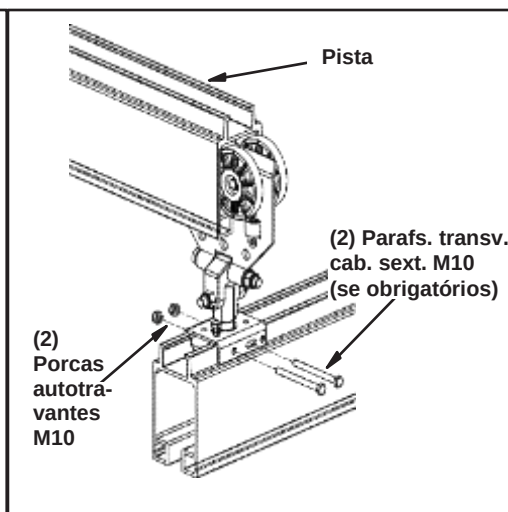

Figura 3-49
- Etapa 4. Use um sistema auxiliar de içamento para levantar os ganchos e o trilho até a posição correspondente. Consulte a Figura 3-49.
- Etapa 5. Posicione o mecanismo de translação na ponte de acordo com o *layout* do sistema e aperte dois (2) parafusos de cabeça sextavada M10 x 30 mm para fixar os mecanismos de translação em seu devido lugar. Aperte até que esteja adequadamente fixo.